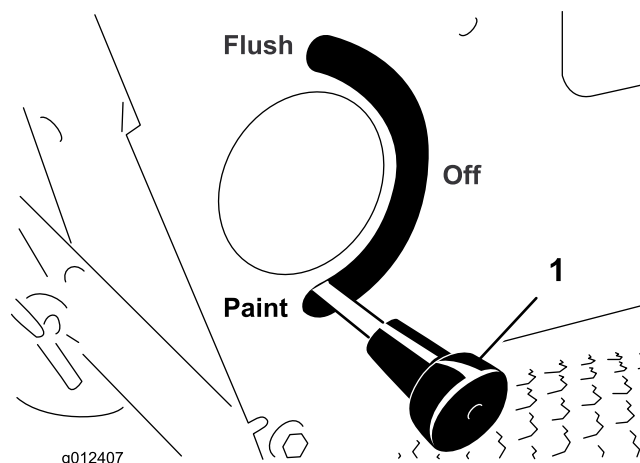

図 33
6. 洗浄/ペイント切り替えレバー（図 33）が「ペイント」位置にあることを確認する。